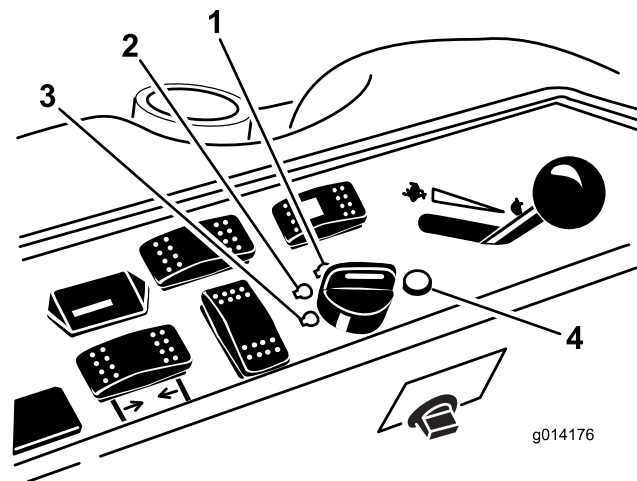

Figure 14
6. Tournez la clé dans le sens horaire en position Contact (Figure 14).
- Tournez la clé de contact à la position arrêt (Figure 14). Attendez l'arrêt de toutes les pièces mobiles avant de quitter la position d'utilisation.